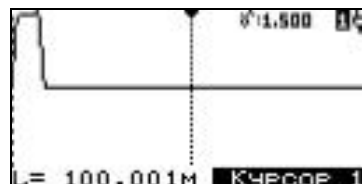

Рисунок 7
6.3.5 Критерием правильности функционирования является наличие на экране картинки (рисунок 7) после установки начальной заводской установки.